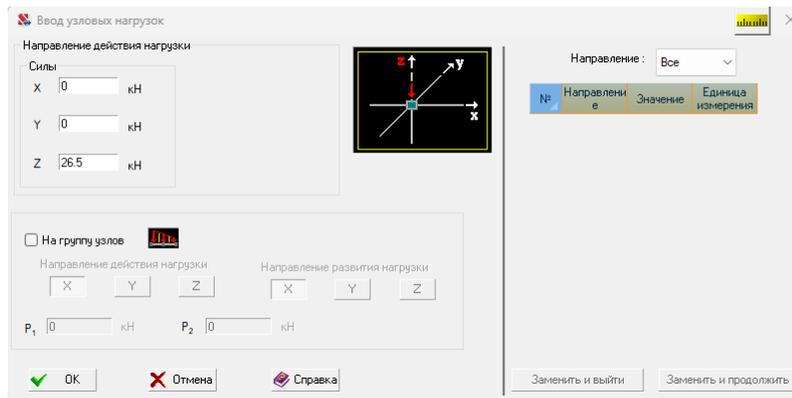

Рис. 5.7. Задание узловой нагрузки
1. Для удобства задания нагрузки на верхний пояс активировать Сечение плоскостью XOY  на панели Визуализация, отметить узел верхнего пояса и нажать **Подтвердить фрагментацию** , а затем перейти на Проекцию на плоскость XOY . Во вкладке Загружения кнопкой Узловые нагрузки  вызвать диалоговое окно. Ввести в поле Z значение 26,5 и нажать ОК (рис. 5.7).